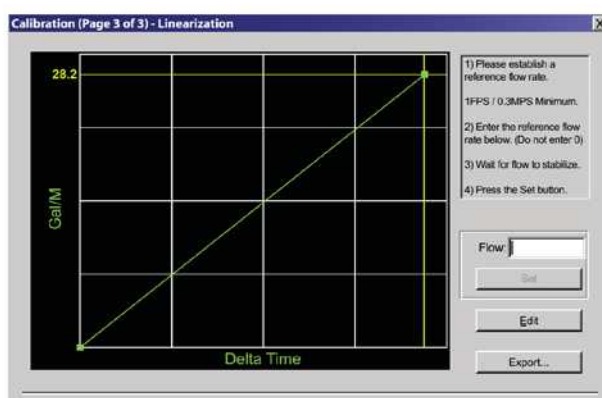

FIGURA 2.8 – CALIBRAÇÃO – PÁGINA 3 DE 3
- 3) Na tela de pop-up, clique duas vezes no botão *Next* (próximo) para ir para a página 3 de 3. Veja **Figura 2.8**.
- 9) O sistema retorna para a Página 3 de 3. Clique em **Finish** (Concluir). Veja **Figura 2.8**.